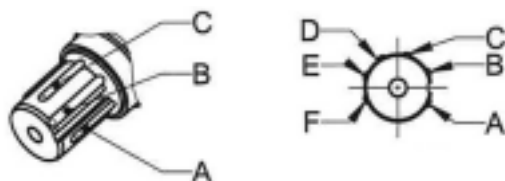

図4 VP6ヘッド（左図）とVP6ヘッドを上から見た図（右図）
- 検出器のVP6ヘッドには、図4に示しますように6個の金メッキピン（A、B、C、D、E、F）が配列されています。A、B、C、D、E、Fは、表1に示しますように、それぞれ検出器の各部位につながっています。